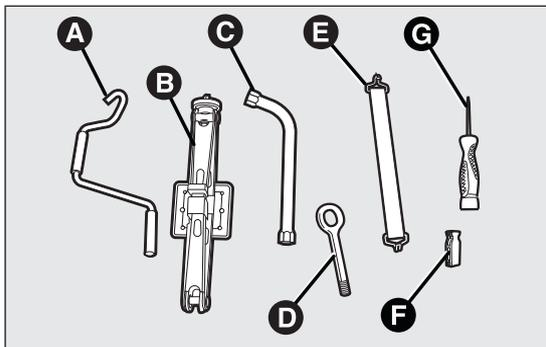
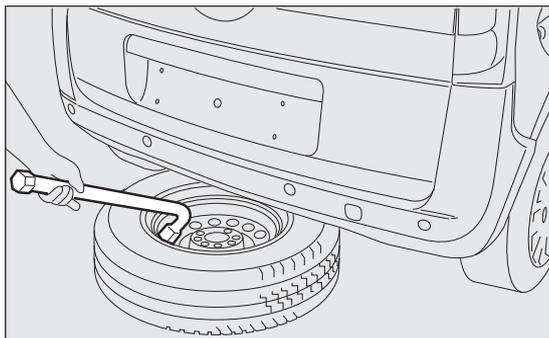

fig. 116
fig. 118
- la boîte à outils contient les éléments suivants fig. 116 :
- prendre la clé C fig. 116 et, intervenant de l'intérieur du compartiment de chargement, dévisser le boulon de blocage du support de la roue de secours A fig. 117 pour permettre à la roue de descendre. Pour réduire l'effort, insérer le tournevis G fig. 116 dans le logement prévu à l'intérieur de la clé C ;
- utiliser la clé C fig. 116 pour traîner la roue hors du véhicule fig. 118 ;
- ❑ desserrer d'environ un tour les boulons de fixation de la roue à remplacer en utilisant la clé C fig. 116 ;